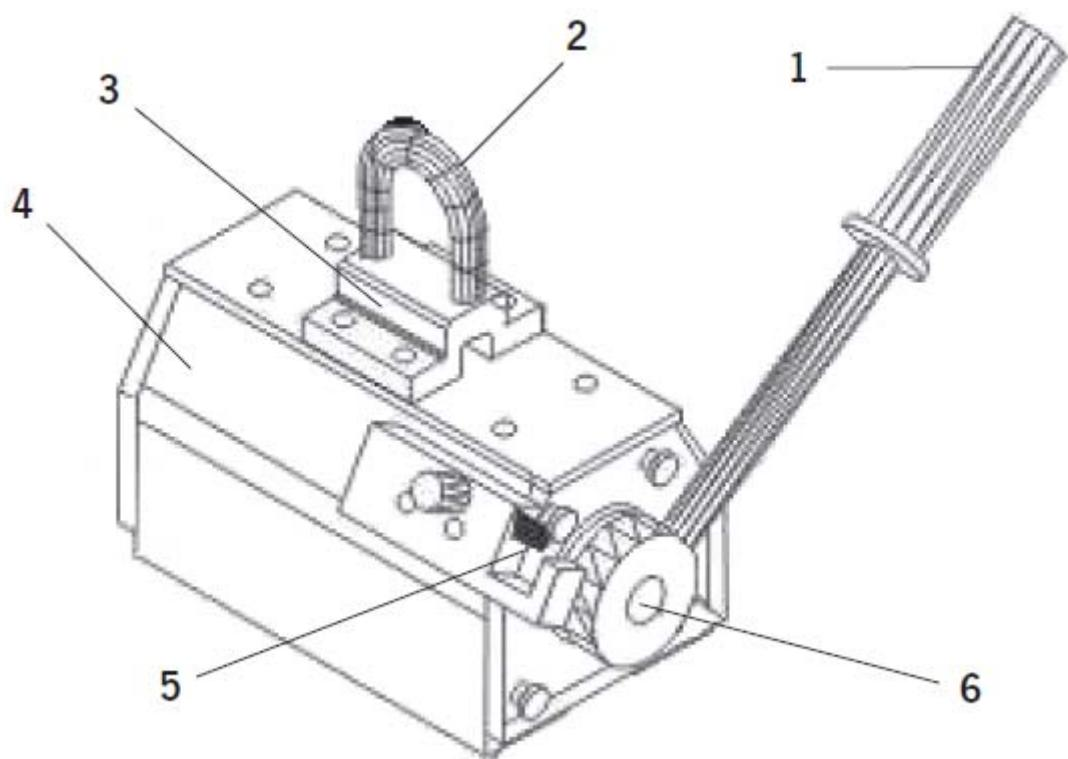

Fig. 6
- Før bruk må betjeningsarmen (fig. 6), som kan fjernes for transportformål, skrus fast på lastopptaksmiddelet.